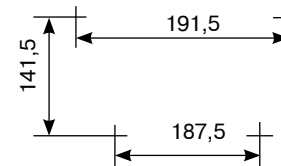

Рис. 3.4
- рис. 3.4 для БЦ-А и БЦ-А исп. 1;